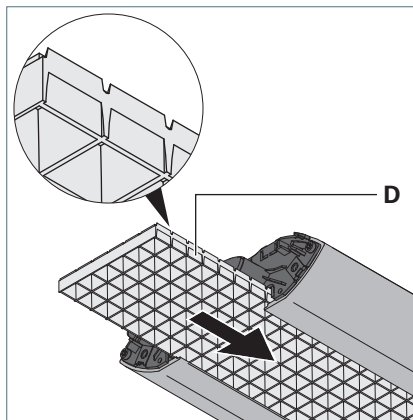

Fig. 20: Inserimento della griglia parabolica.
- Se l'apparecchio d'illuminazione è dotato di una griglia parabolica **D**: spingere nuovamente la griglia parabolica nell'apparecchio d'illuminazione in modo tale che i sottili listelli della griglia siano orientati in direzione della fuoriuscita di luce, vedi Fig. 20.